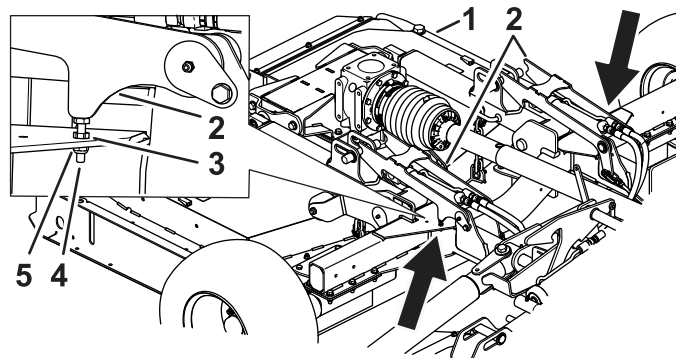

Figura 85
1. Allentate il controdamo (Figura 85).
2. Regolate il bullone verso l'alto o verso il basso per correggere la posizione di bloccaggio del piatto per agganciare i perni del piatto (Figura 85).
3. Dopo aver regolato il bullone serrate il controdamo e il dado (Figura 85).